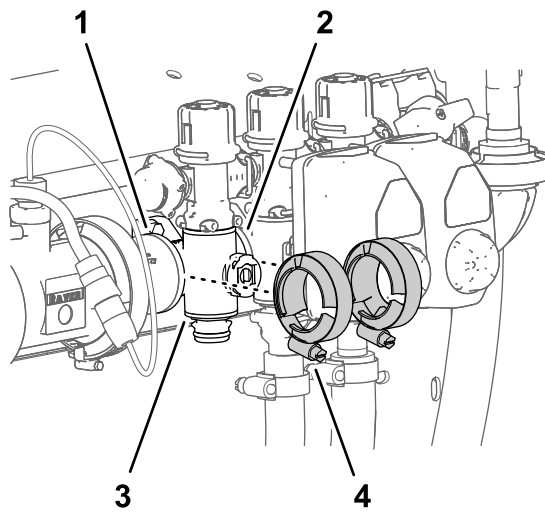

Figura 107
3. Retire as 3 braçadeiras da flange que prendem a válvula do coletor da secção às flanges dos componentes adjacentes (Figura 107).